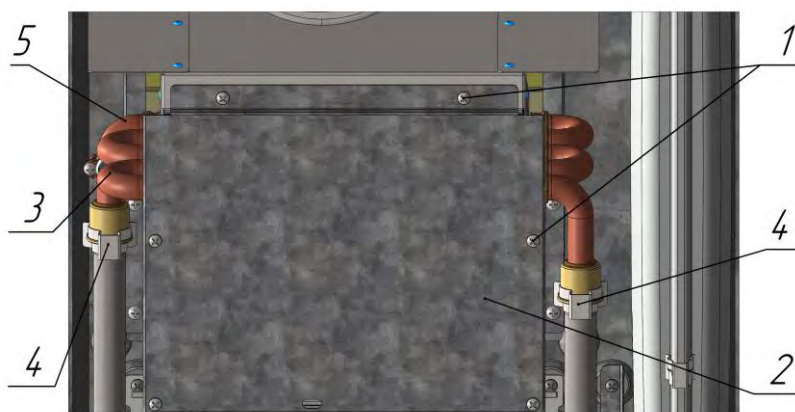

Рис. 11 Демонтаж теплообменника
- отвернуть шесть саморезов (1), см. рисунок 11, снять стенку (2) вместе с теплоизоляцией;
- отсоединить провода от термореле (3);
- снять две клипсы (4) крепления труб к теплообменнику (5);